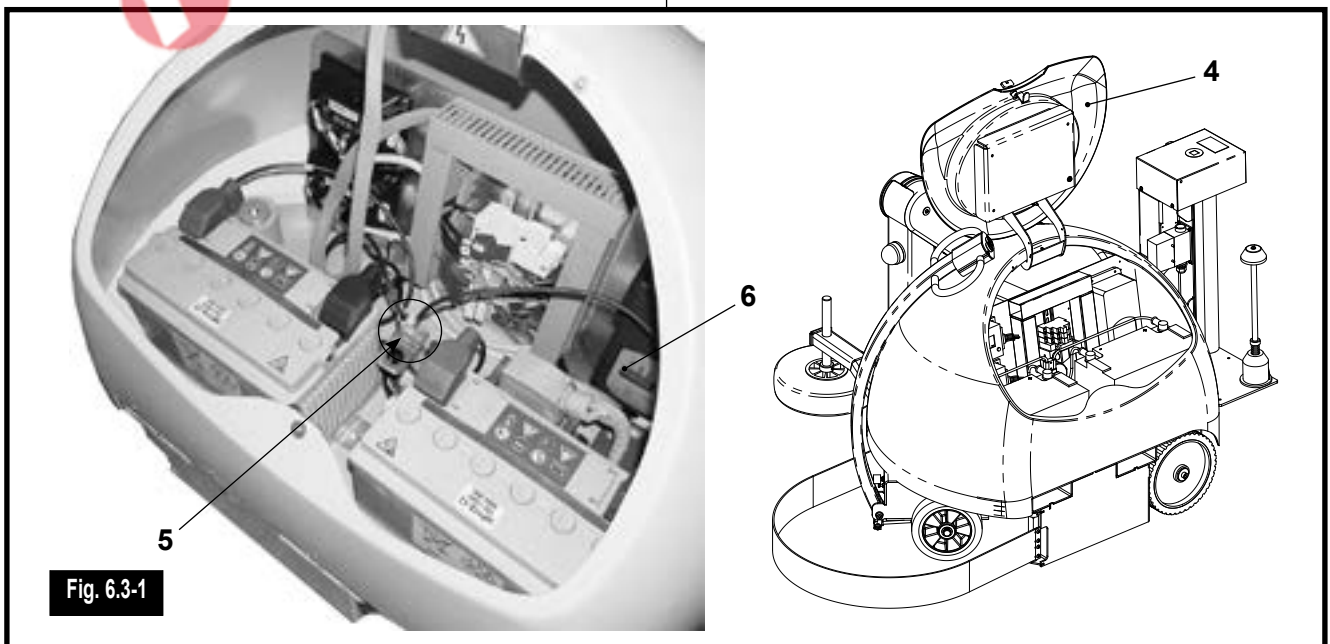

Fig. 6.3-1
La macchina dispone di due batterie da 12 V, collegate in serie e alloggiato nel vano centrale, accessibile sollevando il portello (4) (Fig. 6.3-1) del pannello di comando. Tra i due accumulatori si trova il connettore di alimentazione delle batterie (5), da staccare in caso di manutenzione o interventi all'interno della macchina; il carica-batterie (6) è alloggiato sulla piastra di fondo.
La machine dispose de deux batteries de 12 V, reliées en série et logées dans le logement central, accessible en soulevant le volet (4) (Fig. 6.3-1) du tableau de commande. Entre les deux accumulateurs se trouve le connecteur d'alimentation des batteries (5), qui doit être débranché en cas d'entretien ou d'intervention à l'intérieur de la machine; le chargeur de batterie (6) est logé sur la plaque du fond.